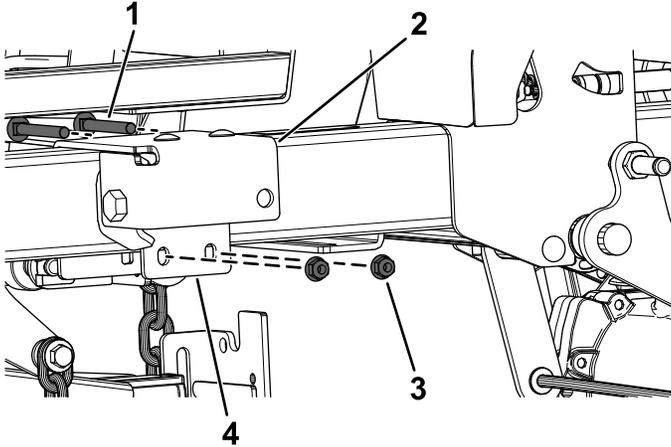

Bild 12
4. Befestigen Sie die innere Aktorhalterung mit zwei Schlossschrauben (5/16" x 2 3/4") und zwei Sicherungsmuttern (5/16") lose an der äußeren Aktorhalterung, wie in **Bild 12** dargestellt.